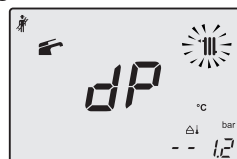

Figura 9.26
- Premendo ulteriormente il tasto 19 è possibile variare nuovamente la potenza in modalità spazzacamino: con visualizzazione sul display LCD delle lettere **dP** che si alternano con il valore di temperatura dell'acqua di riscaldamento (es.60), siamo in "funzione spazzacamino" alla potenza massima in sanitario" (Figura 9.26).